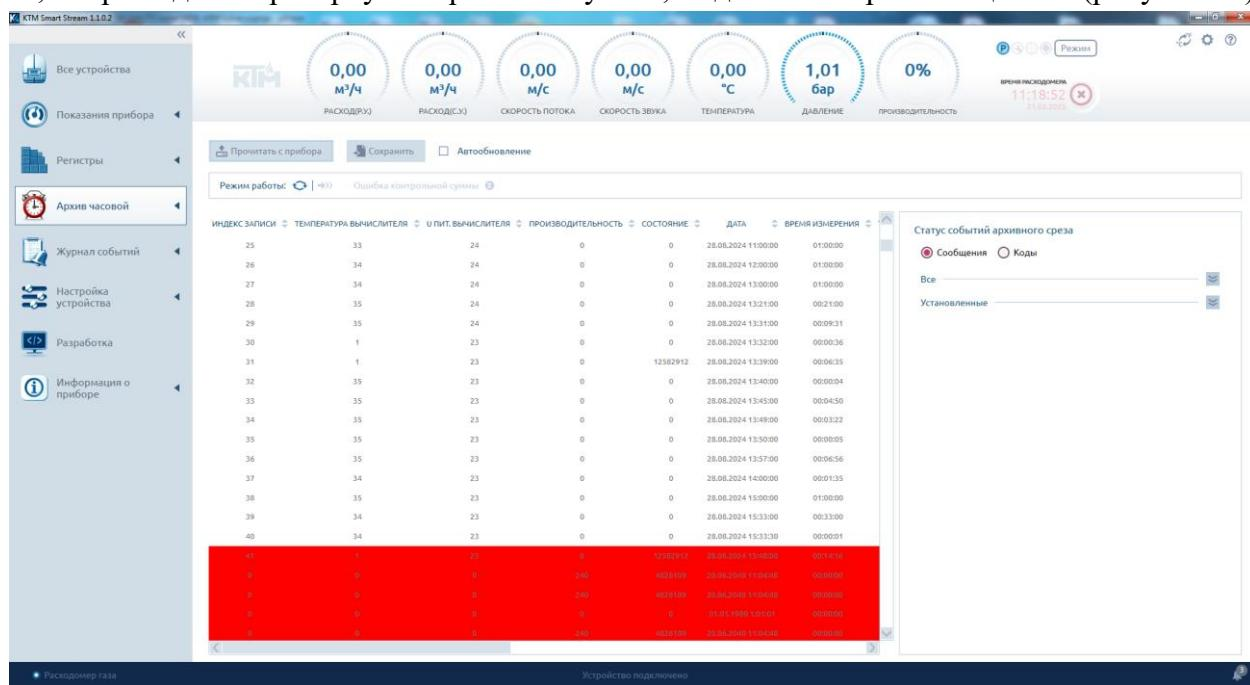

Рисунок 51 – Пример отображения событий, не прошедших проверку контрольной суммы
4.13.2.6 Каждое событие, записанное в архив, защищено контрольной суммой. События, непрощедшие проверку контрольной суммы, выделяются красным цветом (рисунок 51).